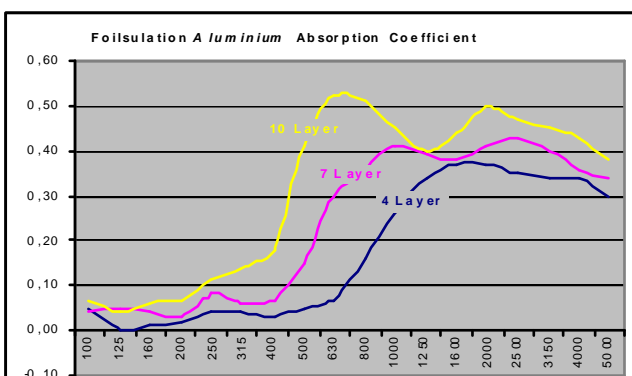

fig. 8. Foilsulation® absorption coefficient by number of layers
- Abschirmung aufgebracht direkt auf Hitzequelle, Montage z.B. am Unterboden entfällt (siehe fig. 8).